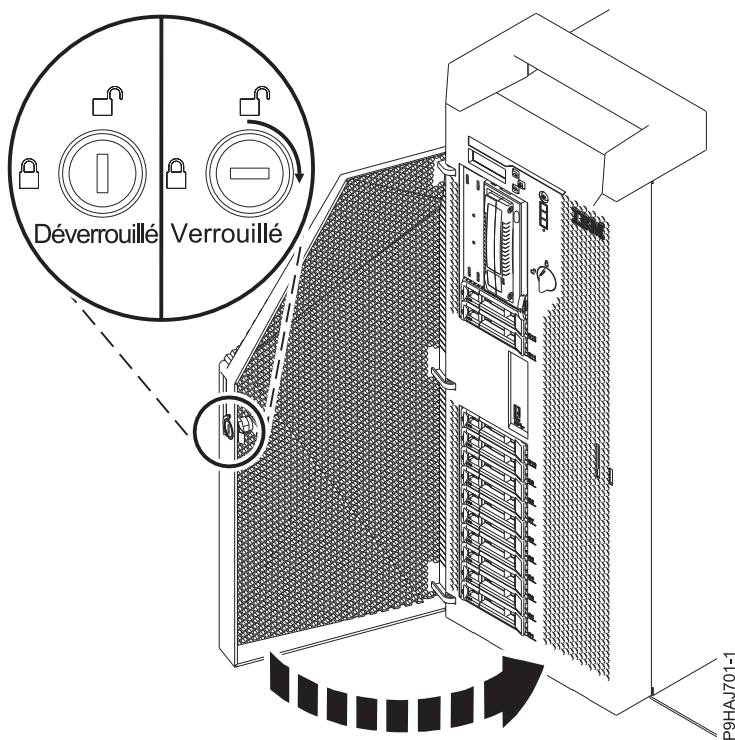

Figure 25. Verrouillage du volet avant
5. Fermez le volet avant. Insérez la clé du volet avant dans le verrou, comme illustré dans la figure 25, à la page 43. Tournez la clé vers la droite (dans le sens des aiguilles d'une montre) afin de verrouiller le volet. Horizontal correspond à la position verrouillée ; vertical correspond à la position déverrouillée.